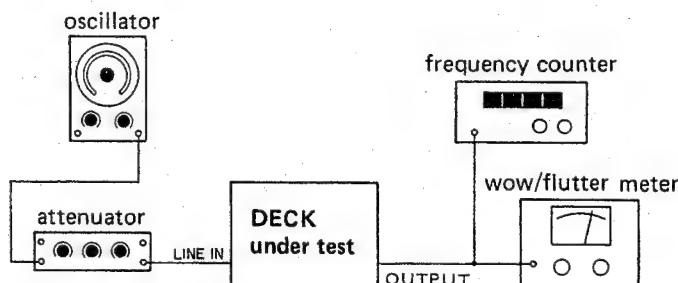

Fig. 5-11
1. Connect a frequency counter to either one of OUTPUT jacks. Fig. 5-11.
1. 周波数カウンタをOUTPUT ジャックに接続する (図5-11 参照)
1. Connect a wow and flutter meter to the deck as shown in Fig. 5-11.
1. 図5-11のようにワウ・フラッター・メータをデッキに接続する。